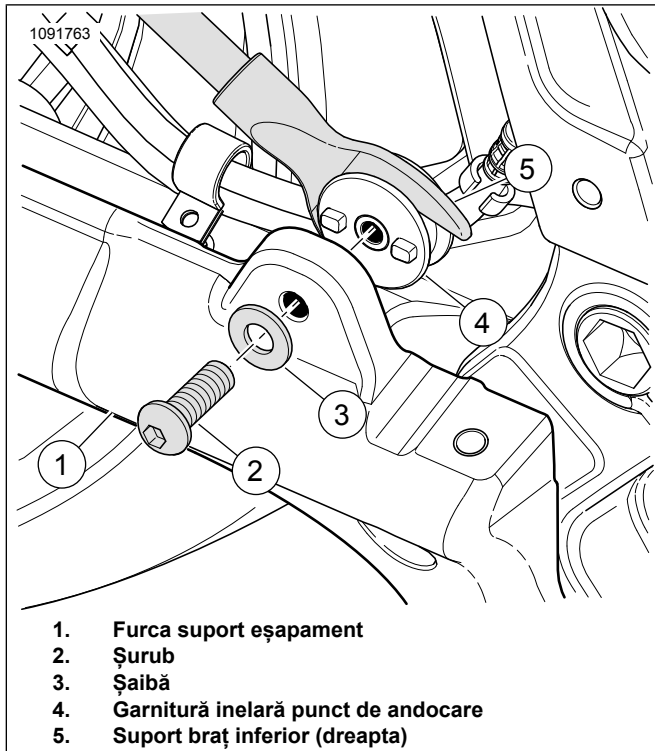

Figura 3. Montare andocare (dreapta)
1. Consultați Figura 3 . Instalați garnitura inelară pentru partea dreaptă a punctului de andocare.
- a. Potrivii garnitura inelară a punctului de andocare (4) în orificiile de pe suportul de montare (1).
- b. Montați șaiba (3) pe șurub (2).